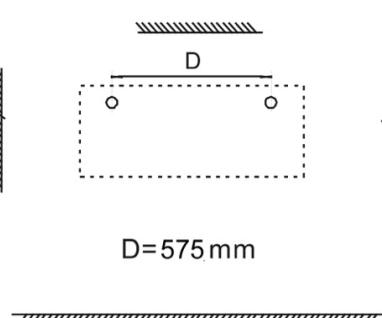

Fig.2
2. Bohren Sie zwei passende Löcher in der Größe des Fischers ø 8 mm in die Wand. (Fig. 2) – d= 575 mm